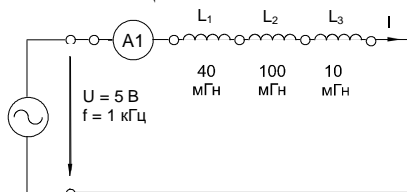

Рисунок 7.7. Схема электрической цепи
- Соберите цепь согласно схеме (рис. 7.7) и подсоедините регулируемый источник синусоидального напряжения с параметрами $U = 5 В$ и $f = 1 кГц$.